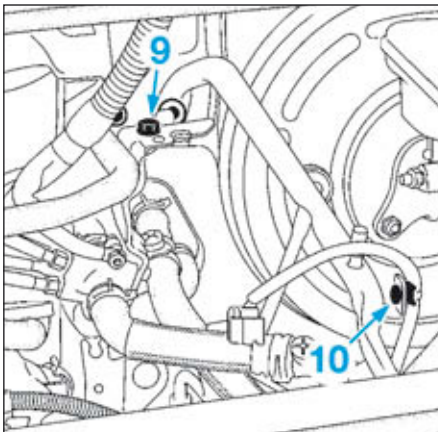

FIG.18
- Déposer la vis (9) du boîtier thermoplongeurs (Fig.18).
- Dégrafer le câblage du débitmètre d'air en (10).